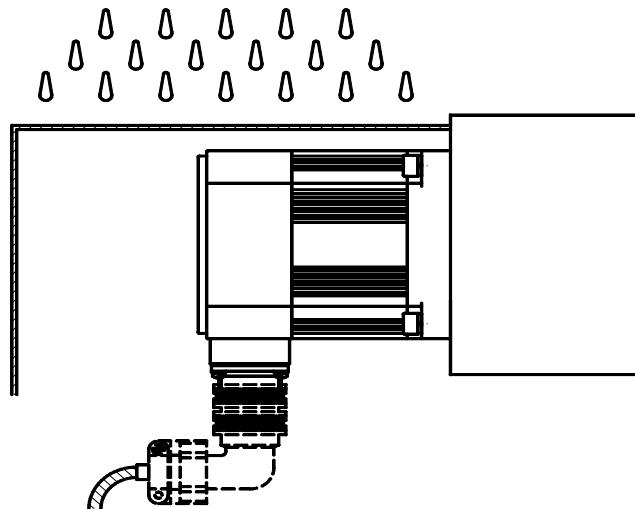

图 2
**10.3** 当电动机接插件侧朝水平方向时，电缆在接入接插件前需作滴状半圆型弯曲（见图 2）。